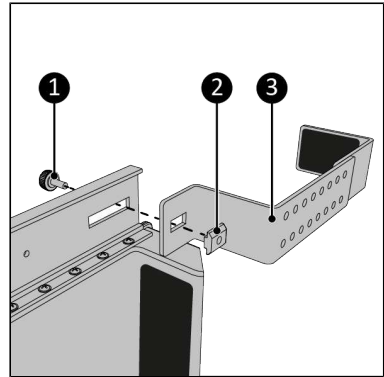

Abbildung 132.
7. Schrauben Sie die Halterung (Abbildung 132, Pos. 3) mit der Knopfschraube (Abbildung 132, Pos. 1) an der Hauptschiene in der vorderen Position fest. Stellen Sie sicher, dass Sie die Knopfschraube mit der Gleitmutter verbinden (Abbildung 132, Pos. 2).